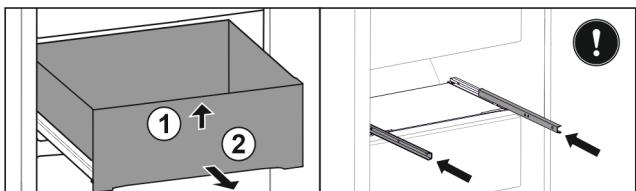

Fig. 141
- Приподнимите выдвижной ящик спереди. Fig. 141 (1)
- Извлеките выдвижной ящик движением вперед. Fig. 141 (2)